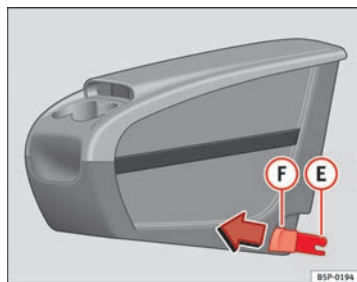
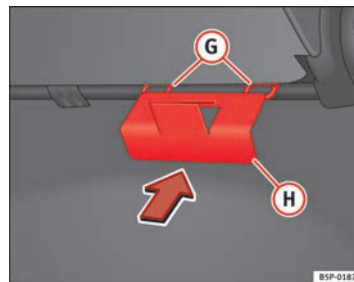

Abb. 113 Zusätzliche Ablage. Montage
Abb. 114 Halteplatte der zusätzlichen Ablage
- Die Halteplatte (H) ⇒ Abb. 114 der zusätzlichen Ablage vom Fahrzeuginnern aus auf der Rückseite des Sitzes befestigen. Sie muss sich zwischen der Lehne und dem Sitzkissen im Bereich des mittleren Rücksitzes befinden.
- Die beiden Befestigungselemente **(E)** ⇒ Abb. 113 zu den beiden Befestigungsringen **(G)** ⇒ Abb. 114 ausrichten und die beiden Klammern vollständig in die Befestigungsringe eindrücken.
- An den Knöpfen ⇒ Abb. 113 **(F)** der Klammern nach vorne ziehen (rote Knöpfe), bis sie hörbar ausgehängt sind.